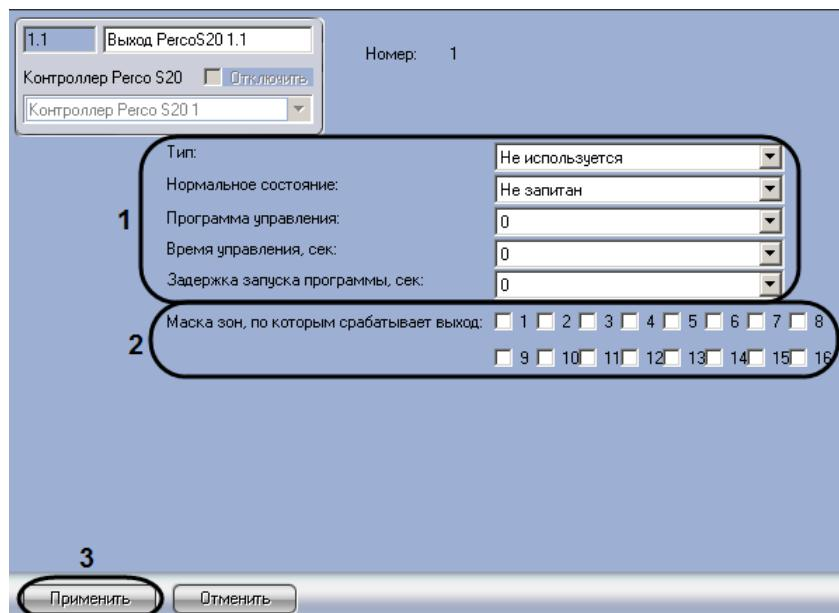

Рис. 3.3—9 Настройка выхода
- Задать параметры выхода (см. Рис. 3.3—9, 1, Таб. 3.3—4).